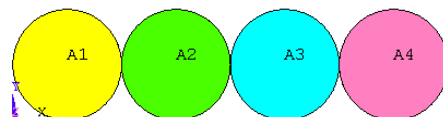

图3.81 复制生成面
(2) 在【Number of copies】文本框中输入复制的数量【4】(包括现有的图元)，在【X-offset in active CS】文本框中输入当前活动坐标系中的 X 增量【20】，然后单击【OK】按钮确认。此时已经新生成三个圆面，位置如图 3.81 所示。